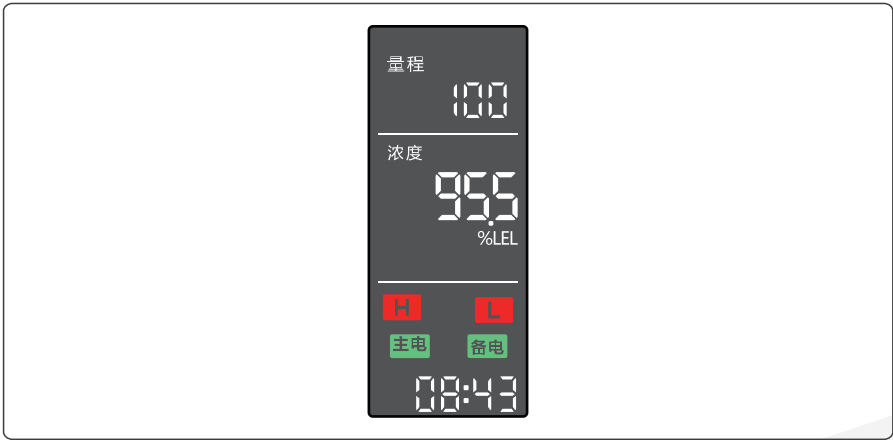

图 4-5
2. 高警状态：当控制器处于报高警状态，红灯点亮并闪烁，低、高限报警图标点亮为红色，控制器发出报警声，报警关联继电器动作，显示如下(图4-5)，按返回/消音键可消音。